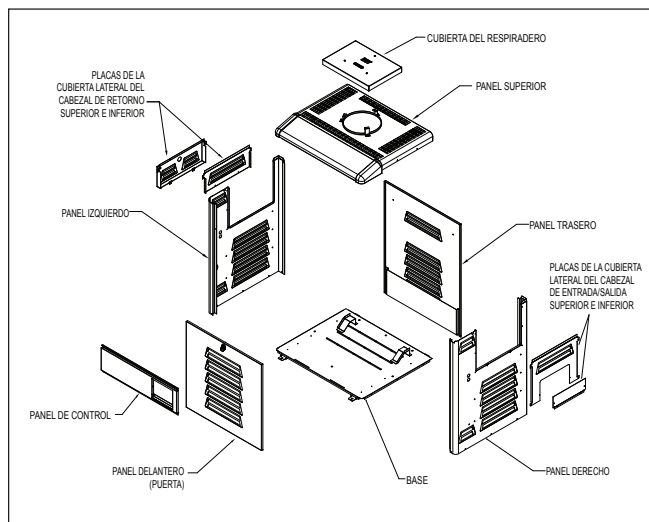

Figura 10. Identificación del panel del Legacy
3. Quite las placas que cubren el lado del cabezal E/S, superior e inferior. Véase Figura 10.
4. Quite las placas que cubren el lado del cabezal de retorno, superior e inferior. Véase Figura 10.
5. Etiquete y desconecte el cable blanco del interruptor de presión (PS) y el cable blanco del interruptor bombero que va al interruptor de límite alto.